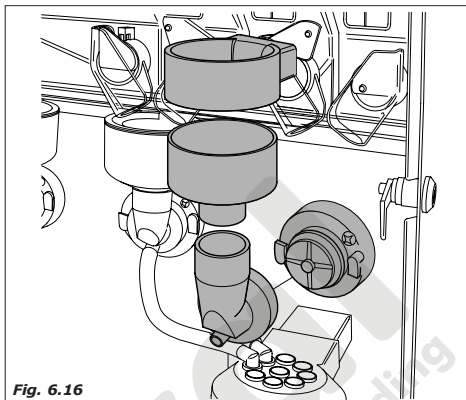

Fig. 6.16
- sumergir también en la solución, los embudos de agua, la cámara de mezcla, las aspas de las batidoras y los tubos de silicona (Fig.6.16)